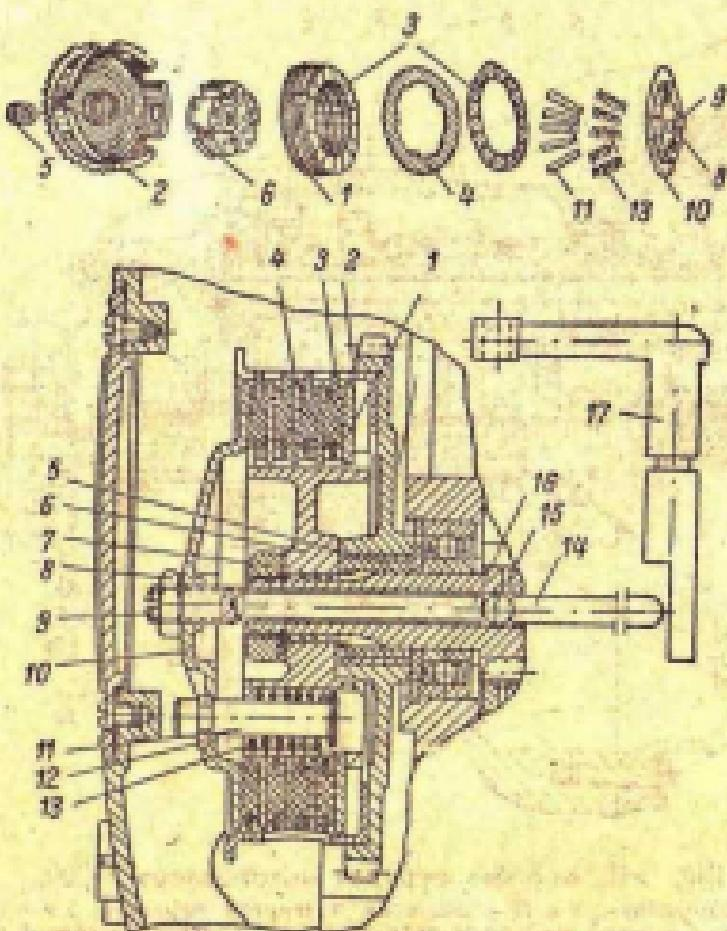

Рис. 140. Сцепление мотороллера Т-200:
**Силовая передача.** Многодисковое сцепление (рис. 140), работающее в масле, установлено на первичном валу коробки передач и состоит из четырех армированных сталью пластмассовых ведущих дисков 3 и пяти стальных ведомых дисков 4. Ведущий барабан 2 имеет пазы, в которые входит выступы ведущих дисков. Ведомые диски своим внутренними выступами входят в пазы ведомого барабана 6. Ведущие и ведомые диски прижимаются друг к другу силой пяти пружин 13.